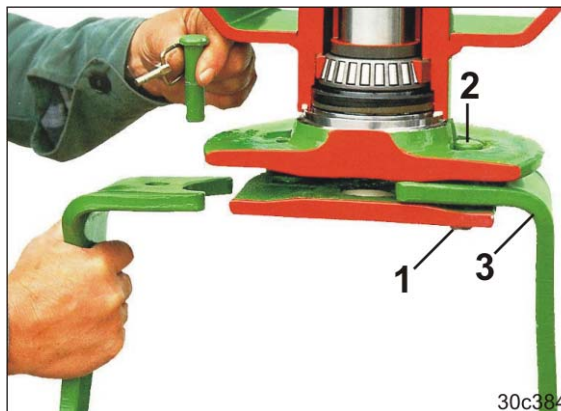

Fig. 162
2. Fjern ringsplitten (Fig. 162/1).
3. Slå bolten (Fig. 162/2) opad ud af redskabsholderen.
4. Udskift harvetanden (Fig. 162/3).